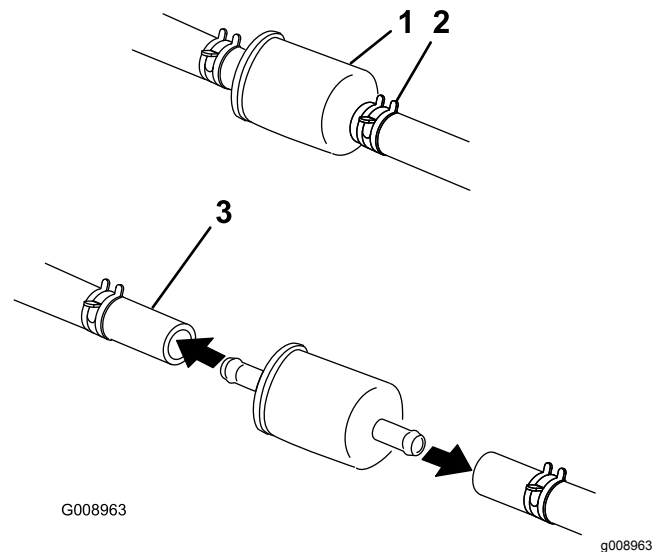

Bild 54
5. Drücken Sie die Enden der Schlauchklemmen zusammen und schieben Sie sie vom Filter weg (Bild 54).
7. Setzen Sie einen neuen Filter ein und schieben Sie die Schlauchklemmen an den Filter heran (Bild 54).